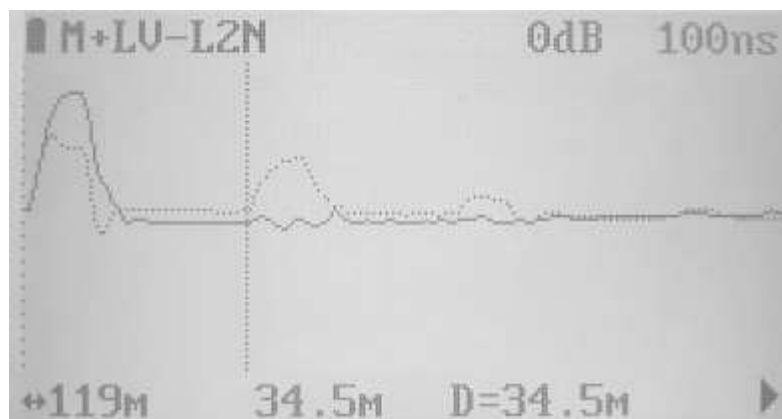

Рис. 20
- при этом прибор перейдет в режим двойного экрана, где пунктирной линией будет отображаться рефлектограмма из буфера памяти, а сплошной текущая рефлектограмма (рис. 20);
После этого, прибор автоматически выберет режим «Двойной» в подменю «Память» и перейдет на экран отображения рефлектограмм в режиме сравнения текущей рефлектограммы и загруженной из памяти (рис. 20), аналогично тому, как описано в разделе 6.4.2.